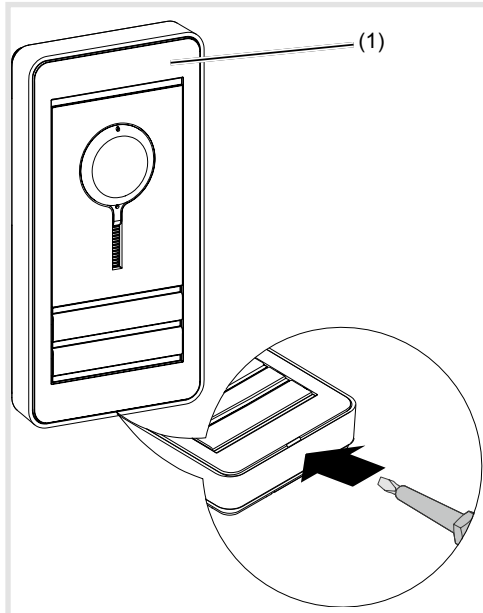

Figura 3: rimozione della placca decorativa
- Sganciare la placca decorativa (1) tramite un cacciavite piatto (4 mm) (figura 3).